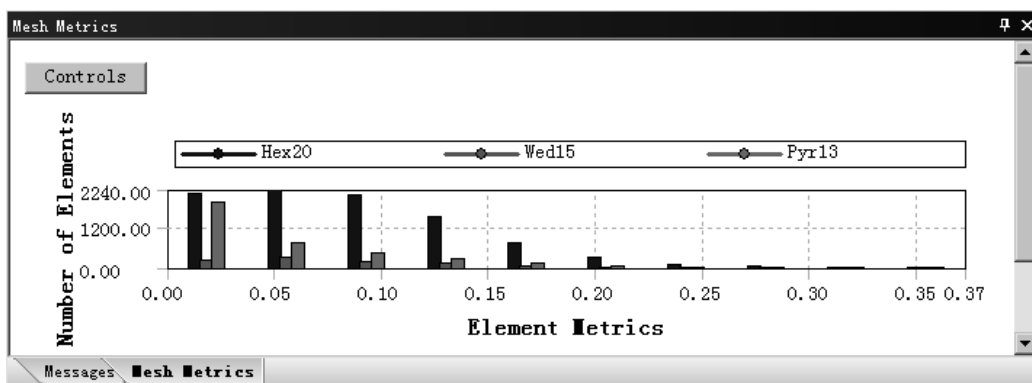

图 4.5.15 检查结果统计图表 (四)
- ◆ Warping Factor (翘曲因子)。Warping Factor 用于评估或计算四边形壳单元、带有四边形的块单元(楔形单元及金字塔单元)等，高扭曲系数表明单元控制方程不能较好控制单元，需重新划分。选择此选项后，在信息栏中打开图 4.5.15 所示的检查结果统计图表。